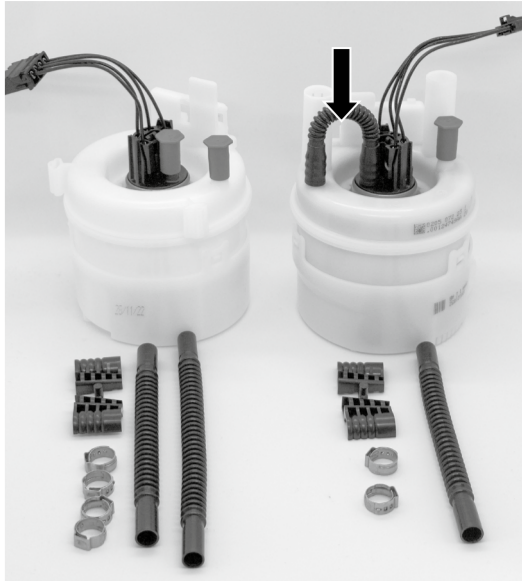

Abb. 9/Fig. 9/Puc. 9/图9
- Nota: Según el modelo, una o dos mangueras de combustible van desde la parte inferior a la superior. (Fig. 9). Apunte qué manguera con qué longitud conducen a qué conexión.
- En caso de que solo se adjunte una manguera, es porque la segunda ya está premontada (Fig. 9, ver flecha).
- Se puede desechar la antigua pieza inferior (4).
- 提示: 一根或两根燃油软管从下部通向上部 (图 9), 具体视规格而定。请记录各软管的长度以及所通向的接口。如果仅附带一根软管, 则第二根软管已预先组装 (图 9, 箭头)。
- 旧的下部 (4) 现可进行废弃处理。